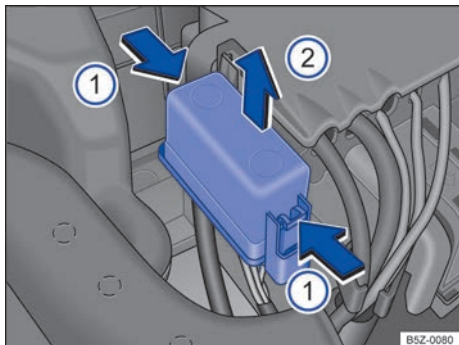

Fig. 162 No compartimento do motor: retirar cobertura da caixa de fusíveis.
- Pressionar as travas no sentido da seta  para destravar a cobertura da caixa de fusíveis → Fig. 162.